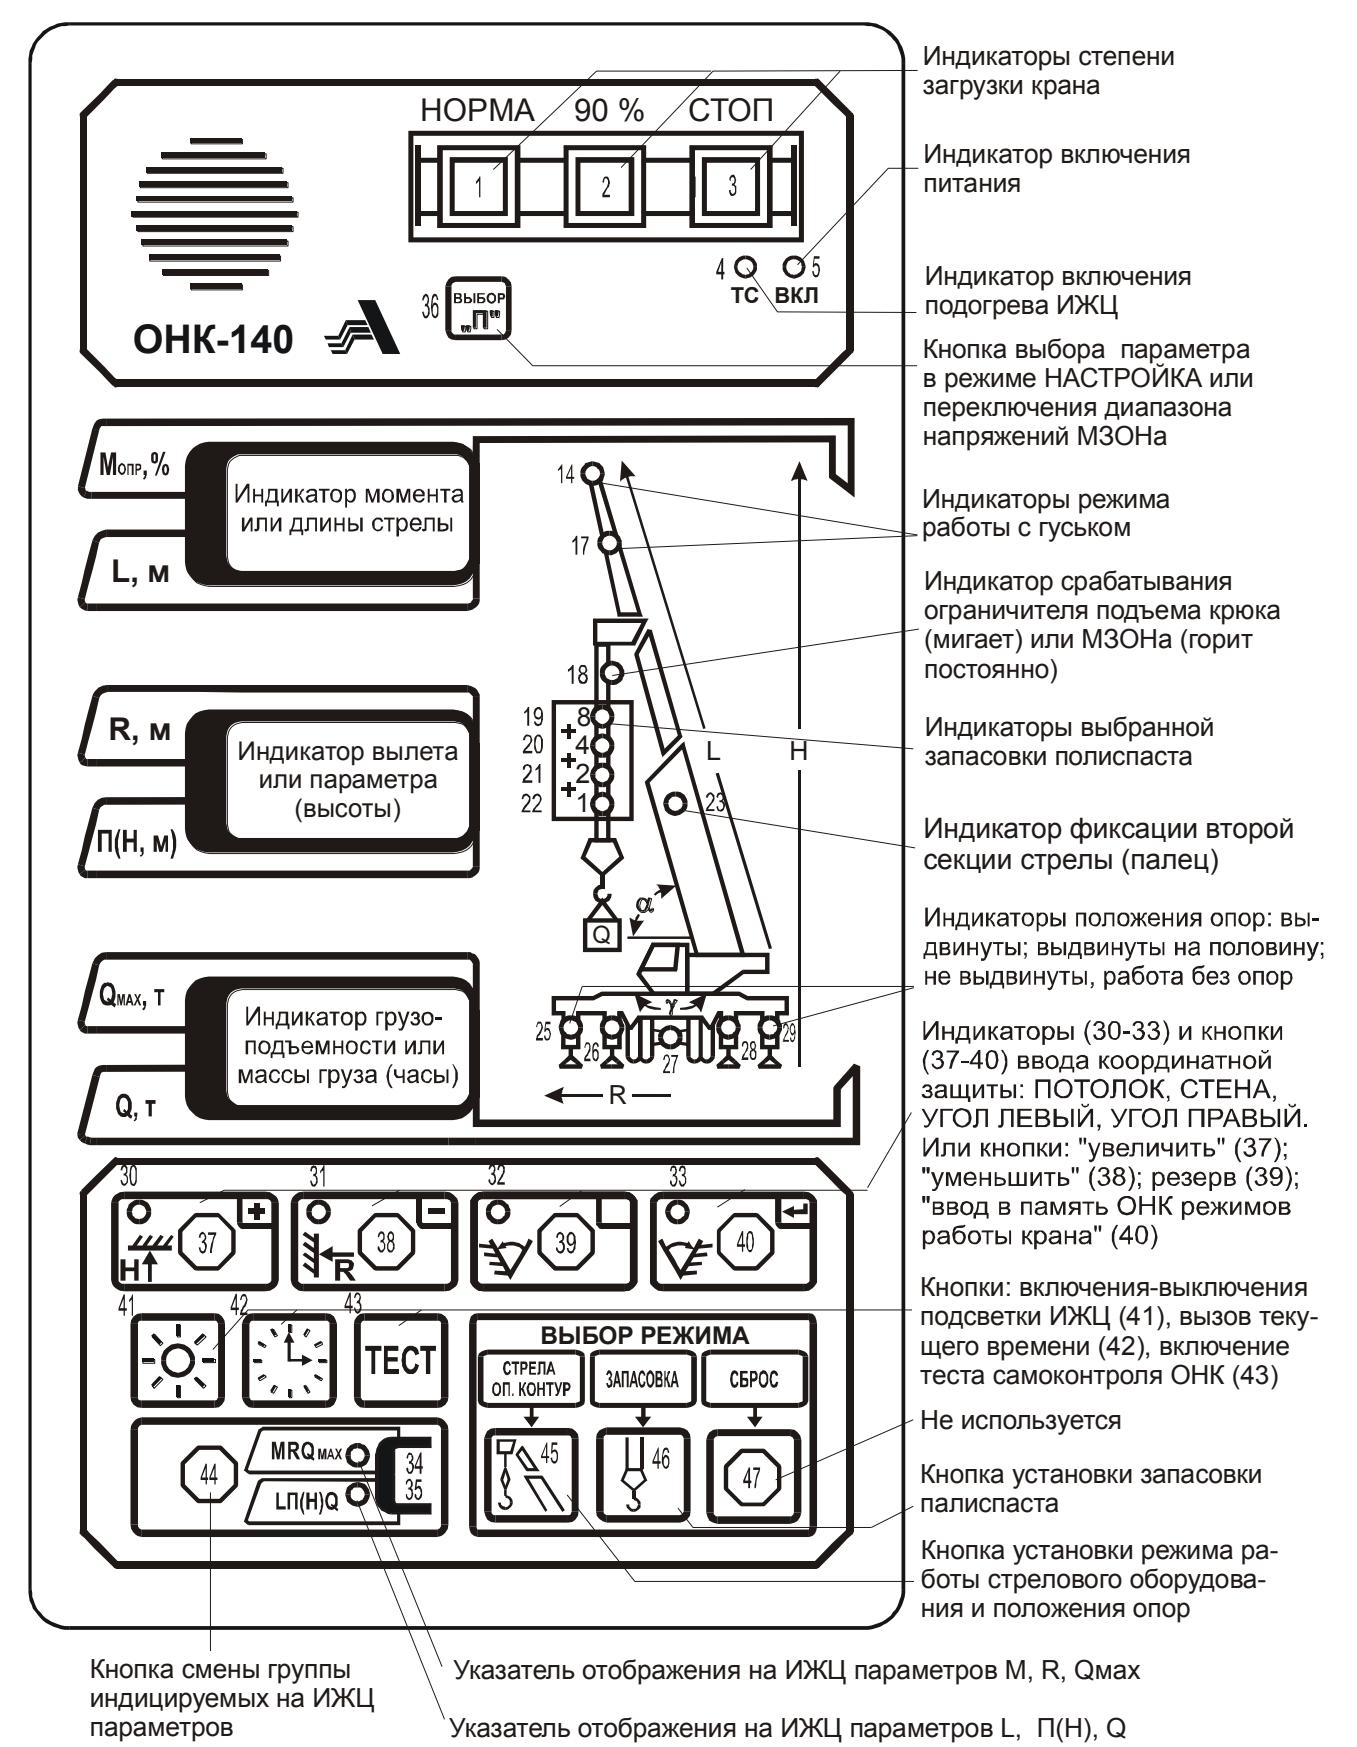

Рисунок 4 - Лицевая панель БОДа
1.4.4 Управление работой изделия [ввод режимов работы крана и (или) параметров координатной защиты, индикация режимов работы и (или) рабочих параметров крана] осуществляется с лицевой панели БОДа (см. рисунок 4).